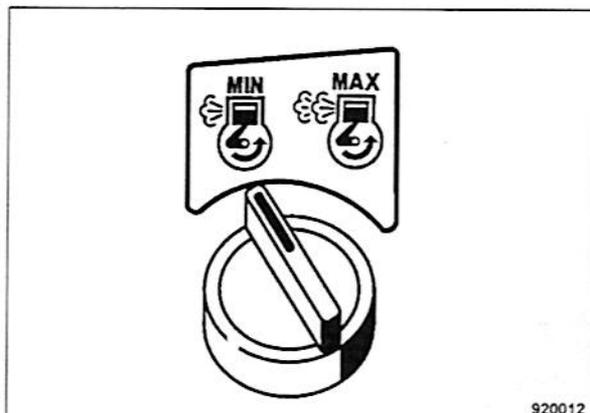

Fig. 59
- Poner el conmutador giratorio para la velocidad del motor (Fig. 59) una vez hacia la izquierda a posición velocidad del motor "MIN".